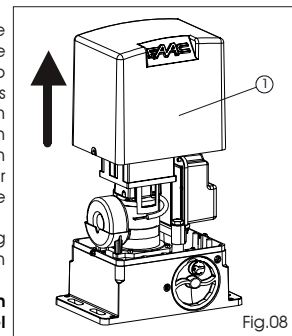

Fig.08
- 1) Haal de afdekkap, Fig.08 ref.1, weg.